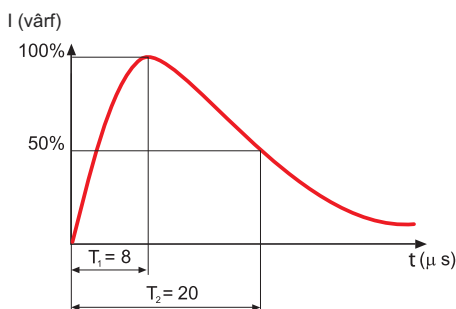
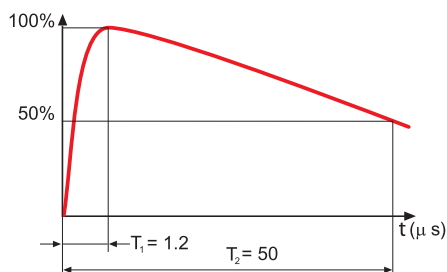

Figura 4: Forma de undă a curentului de tipul 8/20 μs
Figura 7: Forma de undă a curentului de tipul 1.2/50 μs
**Uoc:** tensiunea de testare. Aceasta este valoarea de vârf a unei tensiuni de la bornele unui generator de testare combinată; ea are forma de undă de 1.2/50 μs (figura 7) și poate alimenta în același timp curent cu forma de undă 8/20 μs (figura 4).